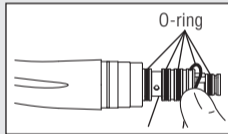

Fig. 40
- Lors de l'insertion de nouveaux joints, vérifiez qu'ils sont insérés dans les rainures adéquates (Fig. 40).